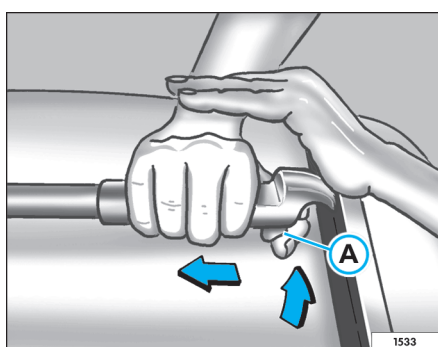

Fig. 82 Detalle de la retirada del travesaño
- Mueva la traba A ⇒ fig. 82, comprima el travesaño contra el larguero opuesto y levante el extremo, apoyándolo con la otra mano para vencer la acción del resorte.